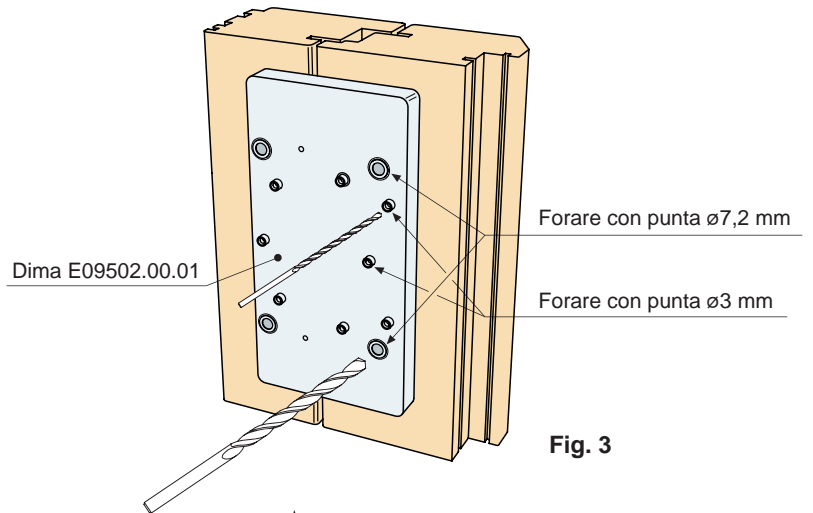
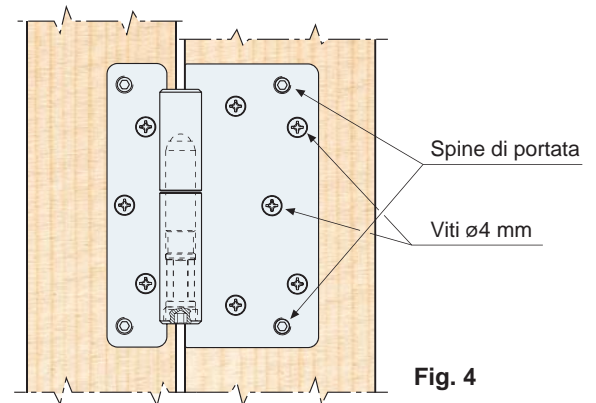

Fig. 3
Fig. 4
- 3) Eseguire i prefori per le viti di fissaggio della cerniera con punta  $\varnothing 3$  mm e i fori per l'alloggiamento delle spine di portata con punta  $\varnothing 7,2$  mm (Fig. 3). Pulire i fori con getto d'aria, fissare le cerniere con viti  $\varnothing 4$  mm ed avvitare le spine a filo cerniera (Fig. 4).